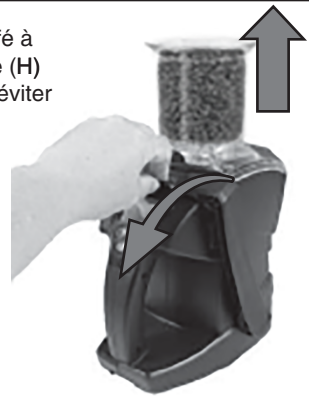

Figure 3. Tirez le bras de levier vers l'avant. Soulevez la trémie vers le haut.
- Remplissez la trémie - Remplir la trémie avec le café à tester. (assurez-vous que le coulisseau de la trémie (H) soit poussé à l'intérieur afin de retenir le café et d'éviter qu'elle ne tombe tôt).
- Lorsqu'il vous l'est requis, versez - Tirez le coulisseau de la trémie (H). Ce fera uniformément tomber le café dans la cellule d'essai (A).
- Lorsqu'il vous l'est requis, retirez la trémie (G) - Une fois que la cellule d'essai est pleine, alors poussez le coulisseau de la trémie (H) vers l'arrière pour fermer le trou d'écoulement. Tirez le bras de niveau (I) vers l'écran et soulevez la trémie (G) pour la retirer (Figure 3).. Placez-la sur le côté dans un endroit sûr où elle ne va pas tomber.
- Niveler le café - Lorsqu'il vous l'est requis, appuyez sur le bras de levier de café (I) dans un mouvement lent et régulier vers l'arrière de l'unité pour pousser le café en excès hors de la cellule d'essai. Pour quelques café vous ne pouvez pas être en mesure de le faire initialement avec un seul mouvement, et dans ce cas, alors tirez sur le bras de levier (I) à mi-chemin en arrière et poussez à nouveau vers l'arrière de la cellule d'essai pour niveler le café. Tirez le bras de levier en arrière vers l'écran. Regardez la brosse à bras de levier et assurez-vous qu'elle ne touche pas la cellule d'essai autrement le poids spécifique que des café sera affecté. Une fois que le bras de levier retourne (vers l'écran) enlevez les mains du testeur (s'il est posé sur une surface plane) et il va automatiquement commencer à mesurer. Retirez les mains et garder stable puisque le poids d'essai est la première partie de la mesure.